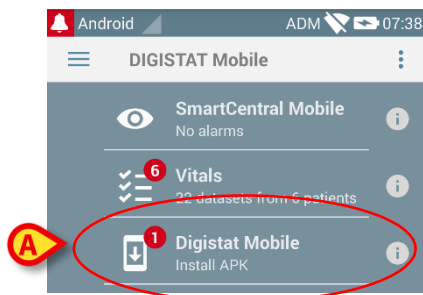

Abb. 9
- Berühren Sie die Zeile in der Abb. 9 **A** angezeigt.